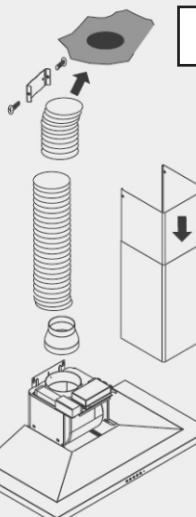

Рис.8
- Если диаметр дымохода 125 мм используйте прилагающийся в комплекте адаптер (**рис.8**).
- Подготовьте выдвижную трубу так, чтобы отверстия под шурупы были видны (**рис.8**).